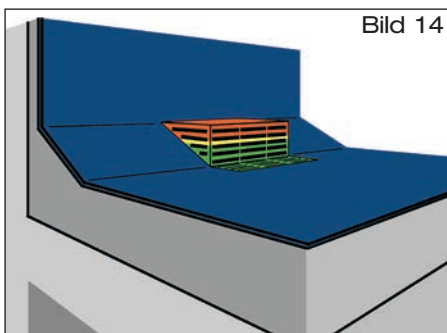

Bild 14
- 2.6 Sieb mit beiliegenden Befestigungsmaterialien verschrauben (Bild 14).